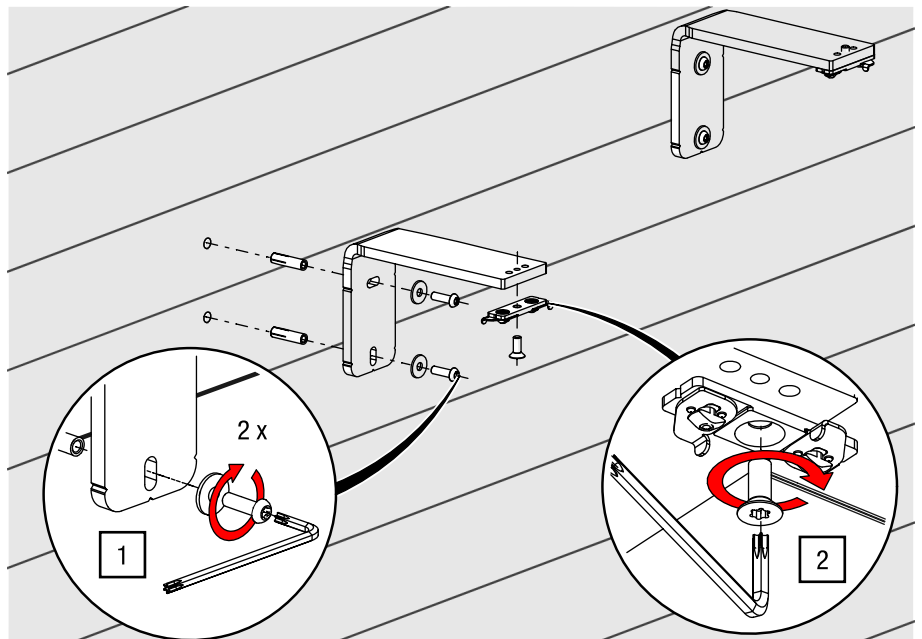

Abb. 43: Wandmontage Interior-Wandarm – Wandarm anbringen und Montageplatte verschrauben
1. Montieren Sie den Einschlaganker E M6×30 in der Wand entsprechend der Herstellerangaben und verschrauben Sie den Wandarm mit einem TORX®-Schlüssel T30 und 11 Nm (siehe Abb. 43).
2. Verschrauben Sie die Montageplatte mit dem Interior-Wandarm mit einem TORX®-Schlüssel T30 und 11 Nm (siehe Abb. 43).